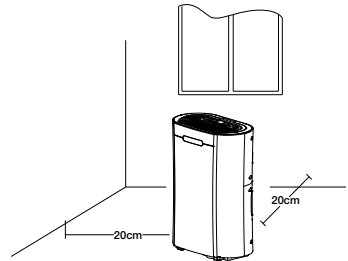

Fig. 1
1. Plasser apparatet på en jevn, stabil og jevn overflate. Hold minst 20 cm tom plass på hver side av apparatet for å sikre fri luftsirkulasjon (fig. 1).